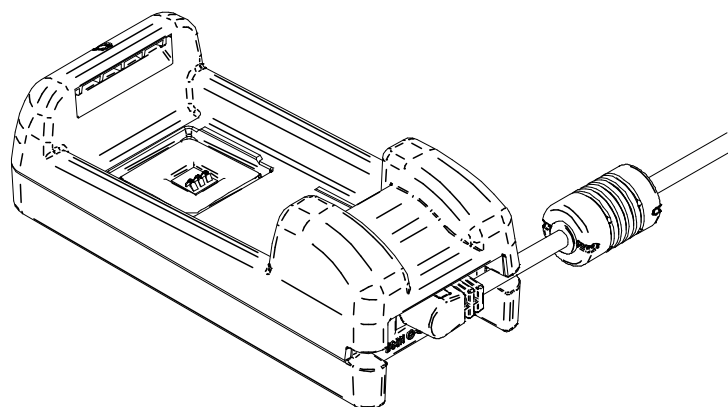

Figura 17-3 Fixar cabo AC
- (1) Ligar o cabo AC ao adaptador AC.
- (2) Ligar a ficha DC do adaptador AC ao conector de alimentação do carregador de bateria. Fixar o cabo do adaptador AC na ranhura do carregador de bateria, como mostrado na Figura 17-3. (O cabo pode ser fixo na ranhura esquerda ou direita.)
- (3) Ligar a ficha AC do cabo AC a uma tomada. O LED do carregador de bateria muda de desligado para verde.